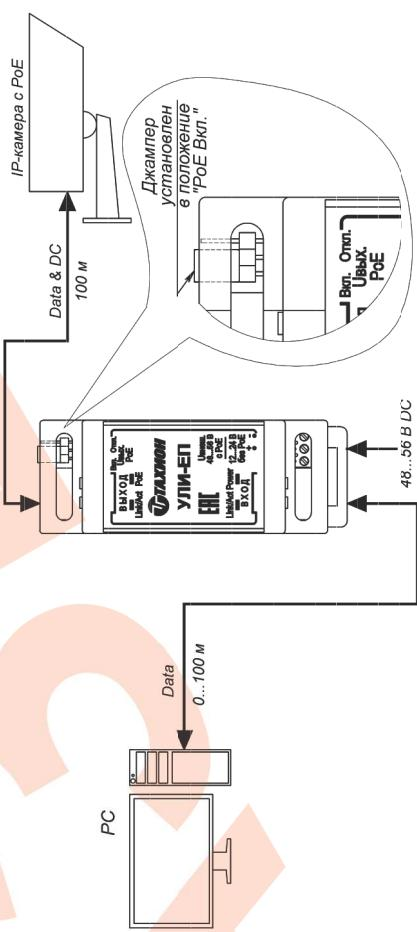
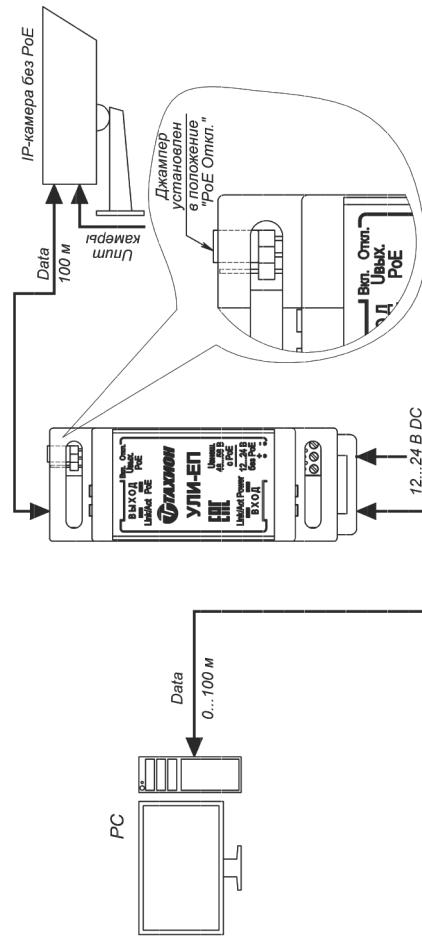

Рис.4 Пример использования УЛИ-ЕП в режиме инжектора PoE.
Рис.5 Пример использования УЛИ-ЕП в режиме ретранслятора PoE.
- 12...24 В. при работе в режиме ретранслятора (джампер в положении «Откл», см. рис.5);
- 48...56 В. при работе в режиме инжектора РоЕ (джампер в положении «Вкл», см. рис.4).
- При необходимости изделия может быть использовано также в качестве ретранслятора сигнала (см. рис.5) или инжектора PoE (см. рис.4).